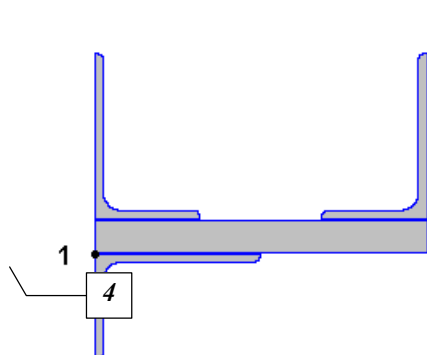

Рис. 56. Положение третьего уголка после выполнения команды поворота на  $270^0$
- ✎ в результате уголок [4], повернувшись вокруг узла 1, займет положение, показанное на рис. 56;